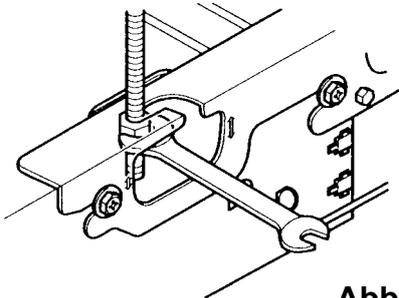

Abb. 29
- Stellen Sie die Höhe des Gerätes durch Drehung der Mutter mittels eines Schlüssels ein. Schieben sie den Schlüssel in den Ausschnitt im Halter des Gehänges ein (siehe Abb. 29).